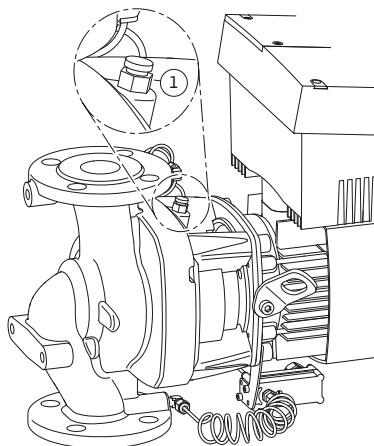

fig.40: Valvola di sfiato
- Sfiatare le pompe allentando le valvole di sfiato (fig. 40, pos. 1). Il funzionamento a secco distrugge la tenuta meccanica della pompa. Il trasduttore differenza di pressione non deve essere sfiato (pericolo di distruzione).